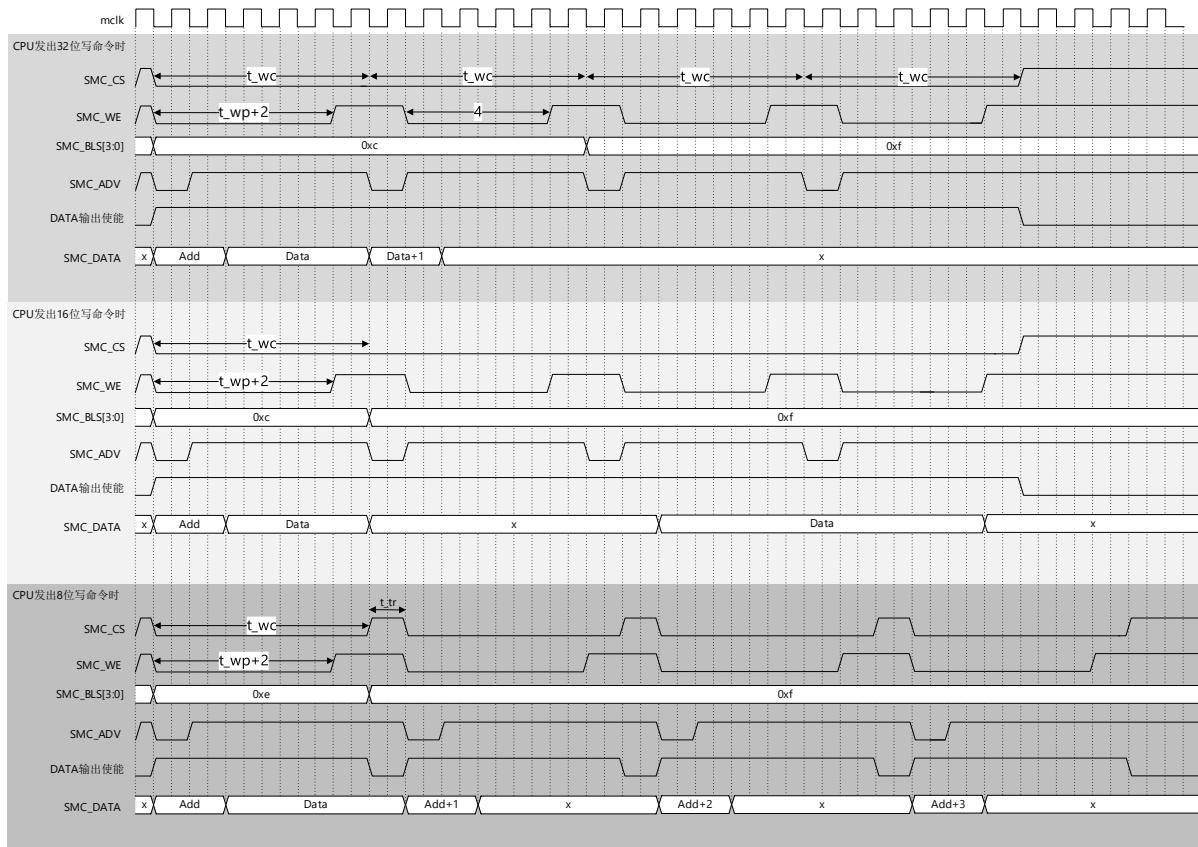

图 40-23 地址数据复用突发写动作基本时序 (异步方式 (WSYN=0) &16 位位宽 (MW=01) &WBL=001&BLSS=0)
f) 表 40-12 和图 40-23 是突发写动作的基本时序图和设定例。